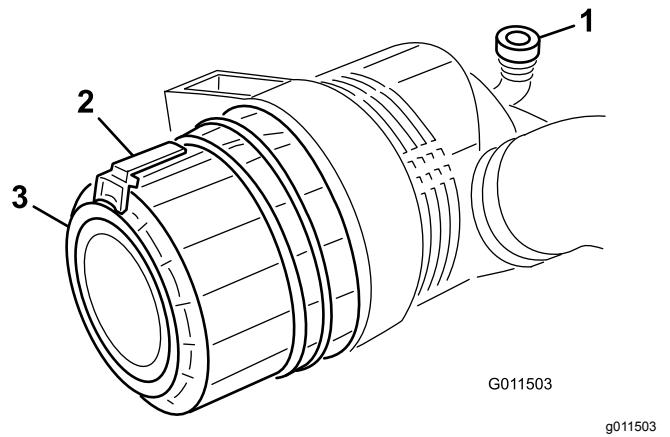

Figure 73
- Tirez le verrou vers l'extérieur et tournez le couvercle du filtre à air dans le sens antihoraire (Figure 73).